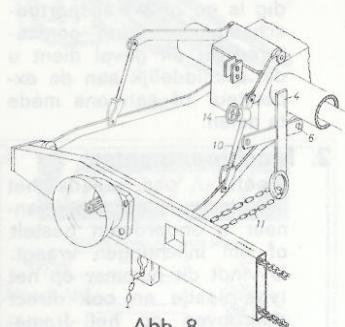

Abb. 8
#### A Parallelanhebung mit Kette, Abb. 8
Durch die Anbringung der Kette 11 kann der Oberlenker der Dreipunkthydraulik entfallen und die Anhängekupplung des Schleppers wird hierdurch für die Anhängung eines Fahrzeugs frei. Nach Abb. 8 wird das mitgelieferte Kreuz 4 am Lagerbolzen 6 des Unterlenkers befestigt. Die Einstellung hat so zu erfolgen, daß das Kreuz 4 sich an die Schlepperachse abstützt.
Die waagerechte Einstellung erfolgt hiernach über das Handrad 14 der rechten Hubstange 10. Abb. 8.
#### A. Parallel Lifting with chain (Fig. 8)
4. Through use chain (11), the upper arm of the three-point hitch mechanism can be dispensed with, so that the trailer coupling on the tractor can be used for pulling another implement simultaneously.
The crosspiece (4) supplied with the implement is attached to bearing bolt (6) as shown in (Fig. 8), i. e. to the lower hitch. Adjust so that the crosspiece (4) rests on the tractor axle.
Horizontal adjustment is then carried out by means of handwheel (14) on the righthand lifting rod (10). See Fig. 8.
#### a) Relevage parallèle par chaîne, fig. 8.
Selon la figure 8, le croisillon 4 est fixé sur l'axe 6 de la barre inférieure. Le réglage doit être de sorte que le croisillon 4 prenne appui sur l'essieu du tracteur.
Le réglage horizontal s'effectue au moyen du volant 14 de la bielle de relevage 10 côté droit. fig. 8.
#### a) Sollevamento parallelo con catena, fig. 8.
La disposizione orizzontale ha luogo mediante il volantino 14 sulla barra di sostegno di destra 10 (fig. 8).
#### a) Evenwijdig heffen met ketting, fig. 8.
Volgens fig. 8 wordt het meegeleverde kruis 4 aan de bout 6 van de toestang bevestigd. De montage dient dusdanig te geschieden, dat het kruis 4 op de trekkeras steunt.
De horizontale afstelling geschiedt dan door middel van het handwiel 14 van de rechter hefstand 10 in fig. 8.